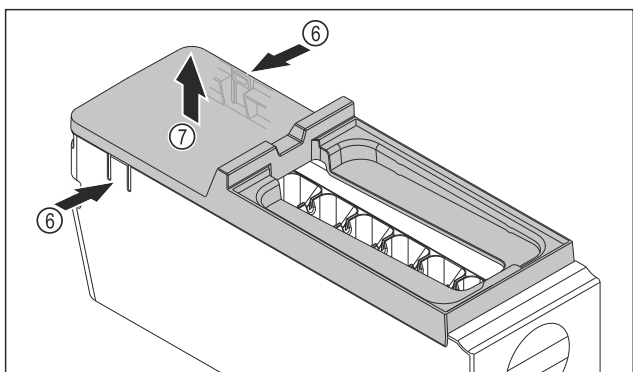

Fig. 184
- ▶ Снимите крышку корпуса EasyTwist-Ice: Надавите рукой на накладку Fig. 184 (6) с обеих сторон корпуса EasyTwist-Ice.
- ▶ Другой рукой снимите крышку Fig. 184 (7) по направлению вверх.